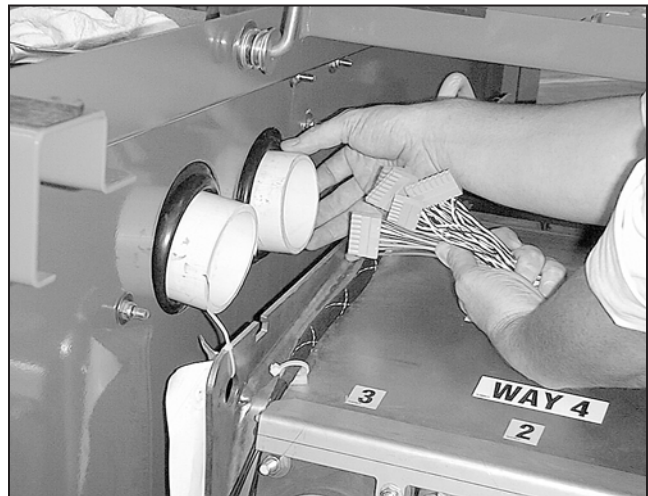
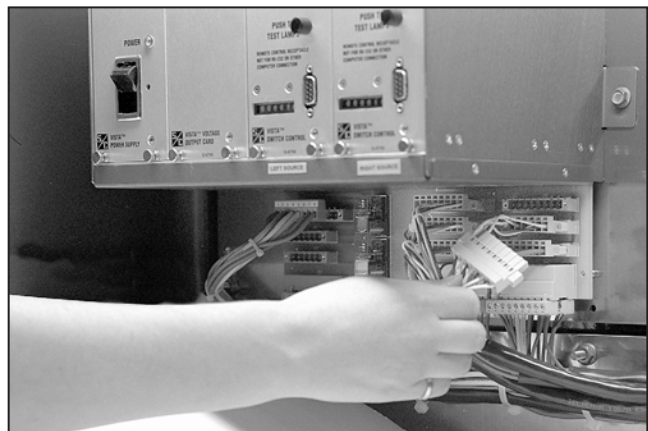
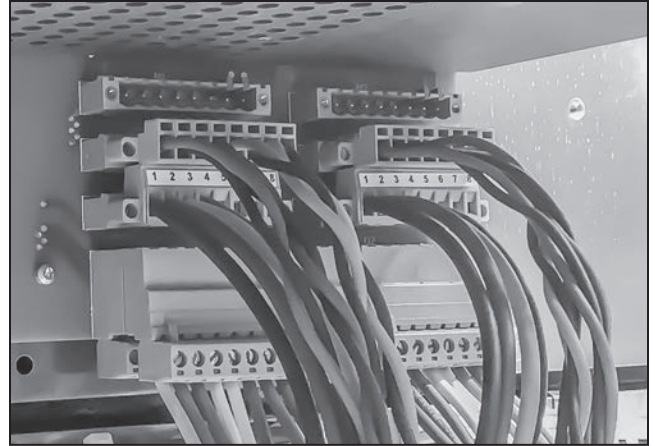

Figura 29. Inserción de los cables a través del tubo de PVC.
Figura 30. Los conectores se conectan al tablero del estante del panel posterior del interruptor Vista.
Figura 31. Acercamiento de los conectores del Tablero del Estante del Panel Posterior del Vista.
- (d) Si aplica, dirija los cables VS-G1 y VS-G2 hacia adentro del compartimento de baja tensión a través del tubo de PVC. Ver Figura 29. Después, dirija los cables grandes principales a través del tubo de PVC: sujete los conectores al tablero del panel trasero del rack del interruptor Vista siguiendo el plano proporcionado. Ver Figura 30 y Figura 31 en la página 23.